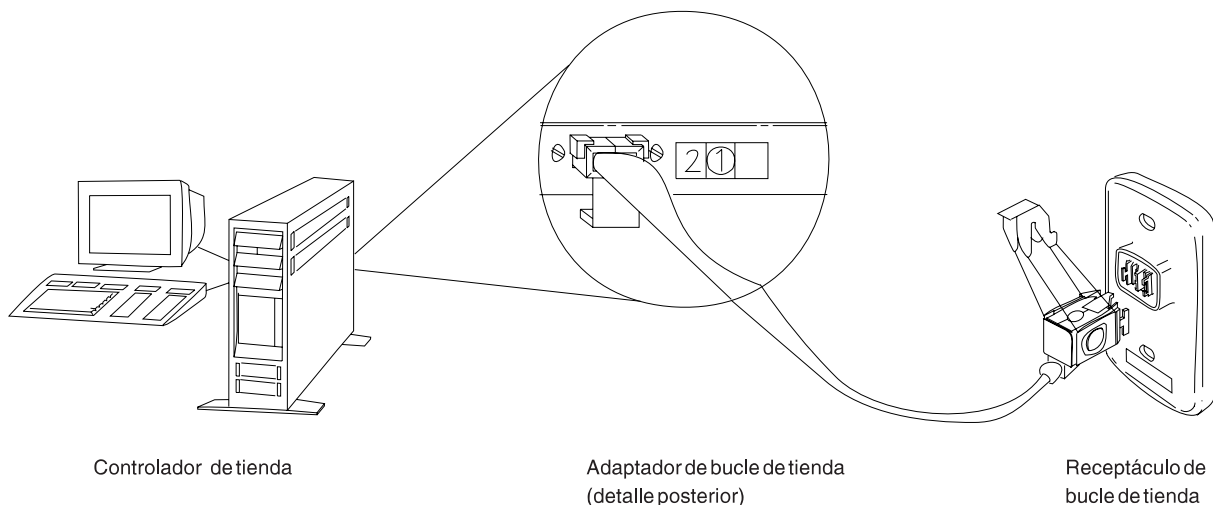
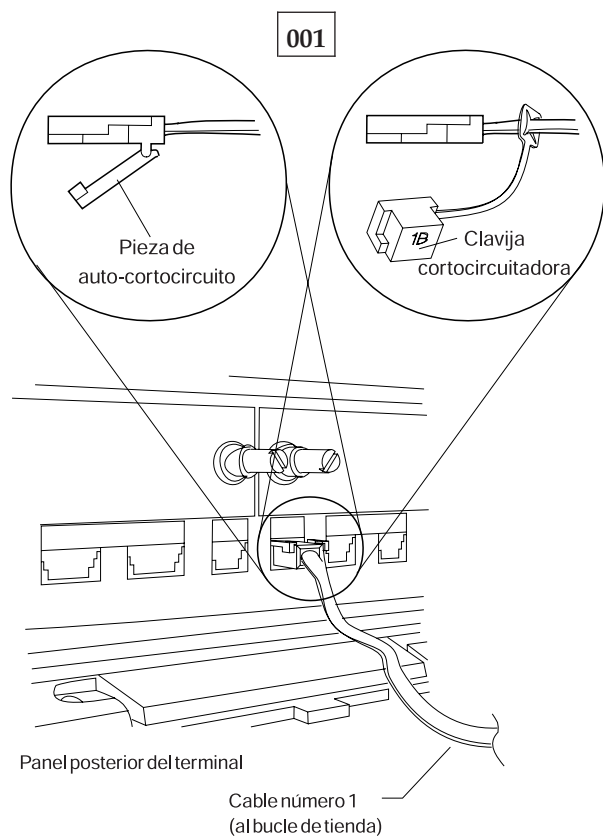

Figura 33. Adaptador de bucle de tienda del controlador de tienda y receptáculo de bucle de tienda
Figura 34. Clavija cortocircuitadora 1B y cable 1 de bucle de tienda de terminal Mod1
- Asegúrese de que el cable de bucle de tienda está enchufado al zócalo de cable de bucle en el terminal Mod1 que visualiza el mensaje W003 y de que el otro extremo del cable está enchufado al receptáculo de bucle de tienda. Consulte la Figura 33 en la página 526 y la Figura 34 en la página 526.
- Conecte la clavija cortocircuitadora 1B al extremo de terminal del cable. Consulte la Figura 34 en la página 526.